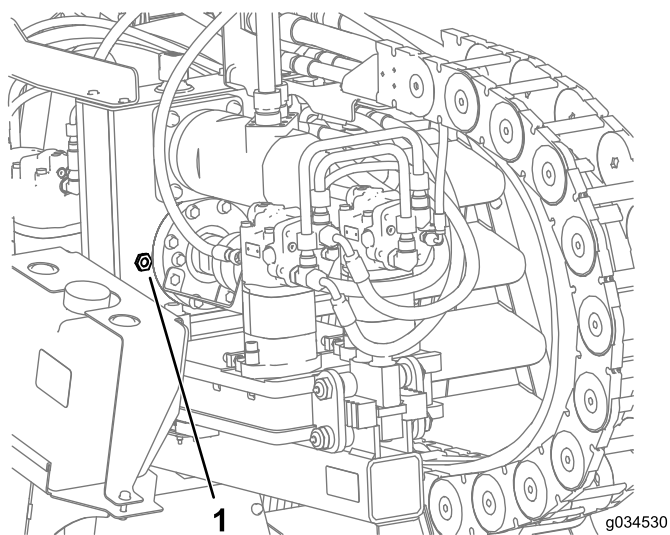

Рисунок 96
2. Проверьте уровень масла по смотровому стеклу на редукторном приводе (Рисунок 96).
6. Залейте масло в редуктор так, чтобы его уровень поднялся выше середины смотрового стекла (Рисунок 96).